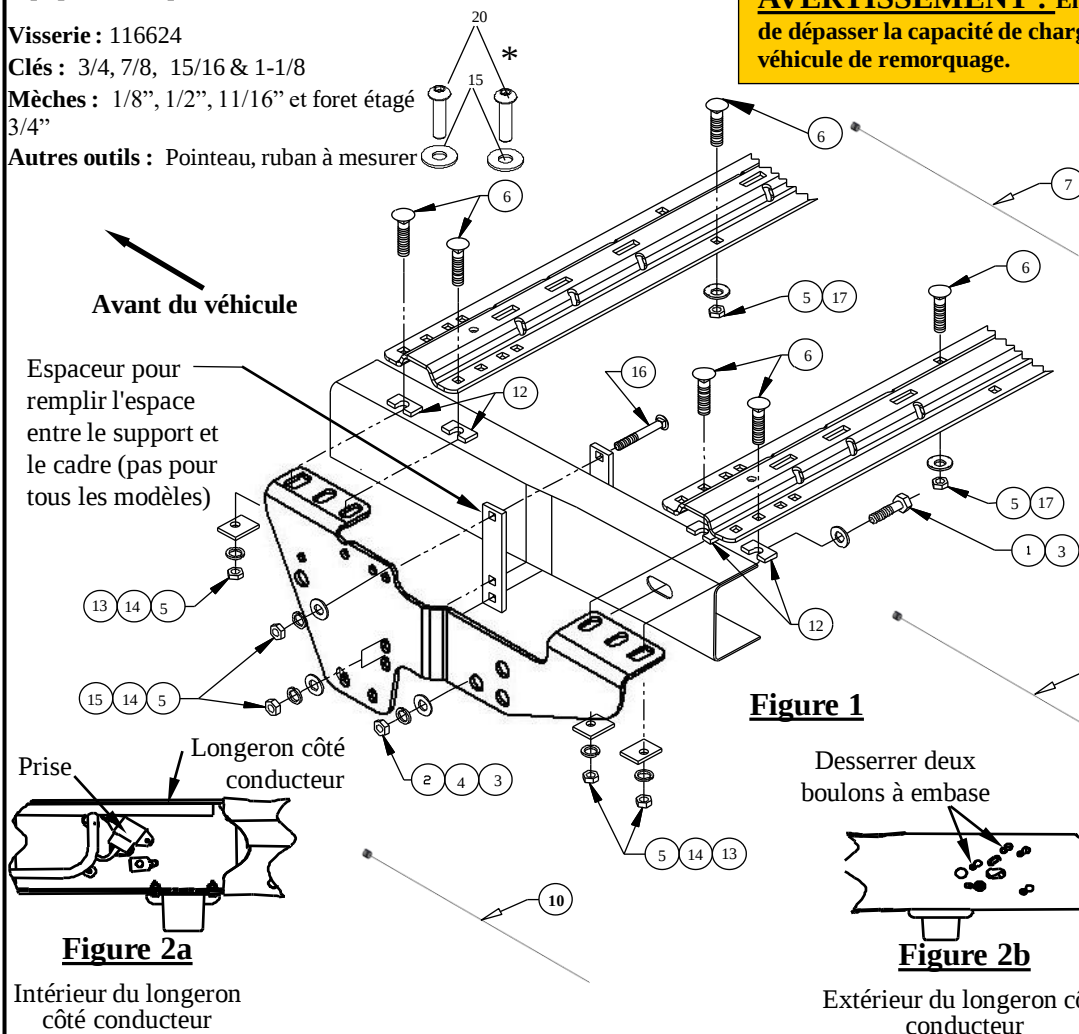
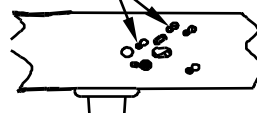

Figure 2a
Figure 2b
2. **Sur les camionnettes 2007 « New Body Style » avec commande de freins de remorque d'origine :** Replacer la prise électrique située sur l'intérieur du longeron côté conducteur au-dessus de la roue arrière (Figure 2a). La prise doit être enlevée en desserrant deux boulons situés sur l'extérieur du cadre puis en poussant leur tête à travers les fentes en trou de serrure, comme illustré à la Figure 2b. Fixer la prise sur la cornière fournie avec le nécessaire de montage. Le support sera fixé sur l'intérieur du cadre à l'aide d'un boulon de 3/4 po lors d'une étape ultérieure.